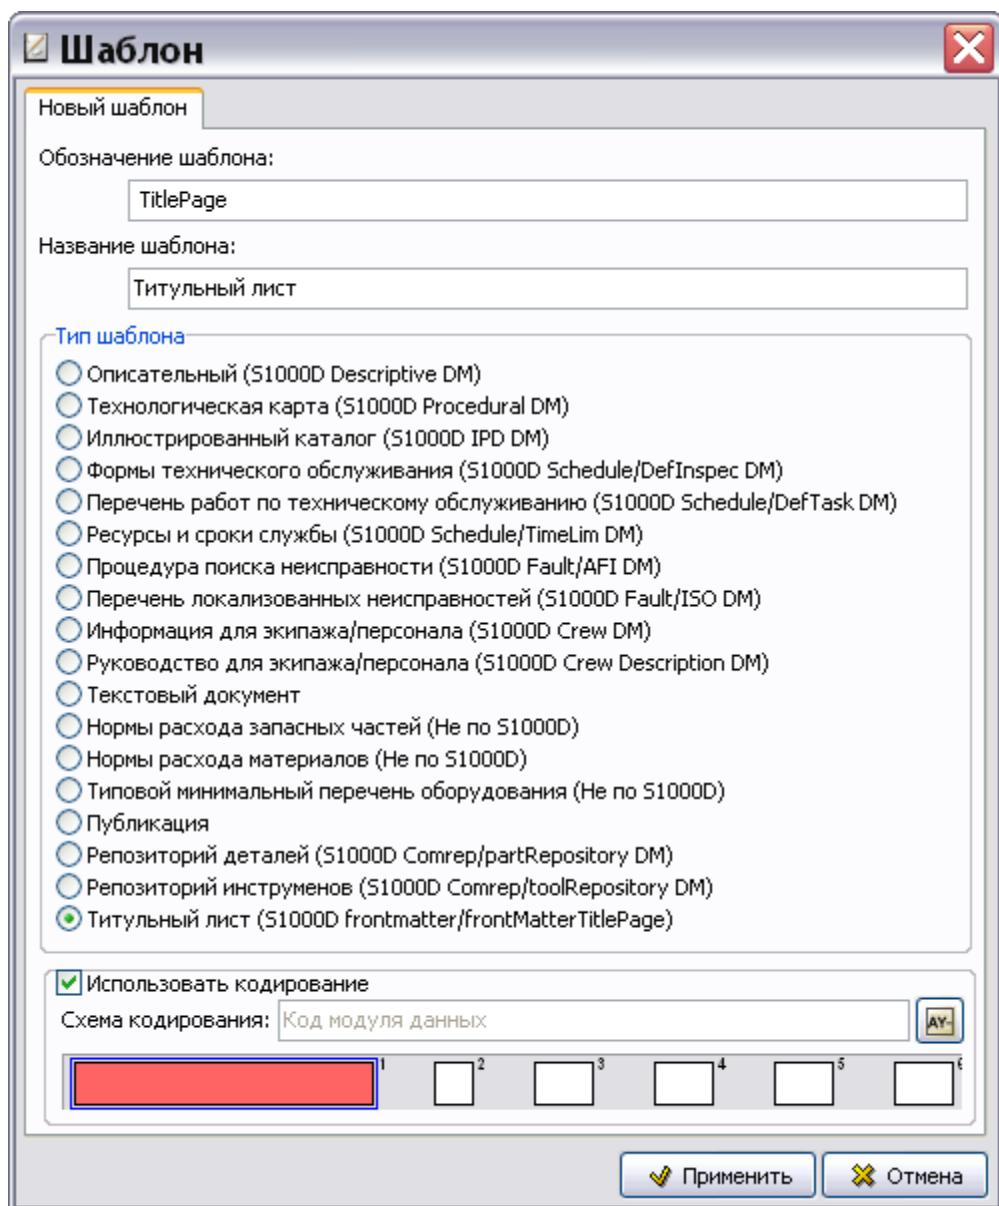

Fig. 3.80
2. В диалоговом окне **Шаблон** введите обозначение шаблона – «TitlePage» и название – «Титульный лист» (Fig. 3.80).